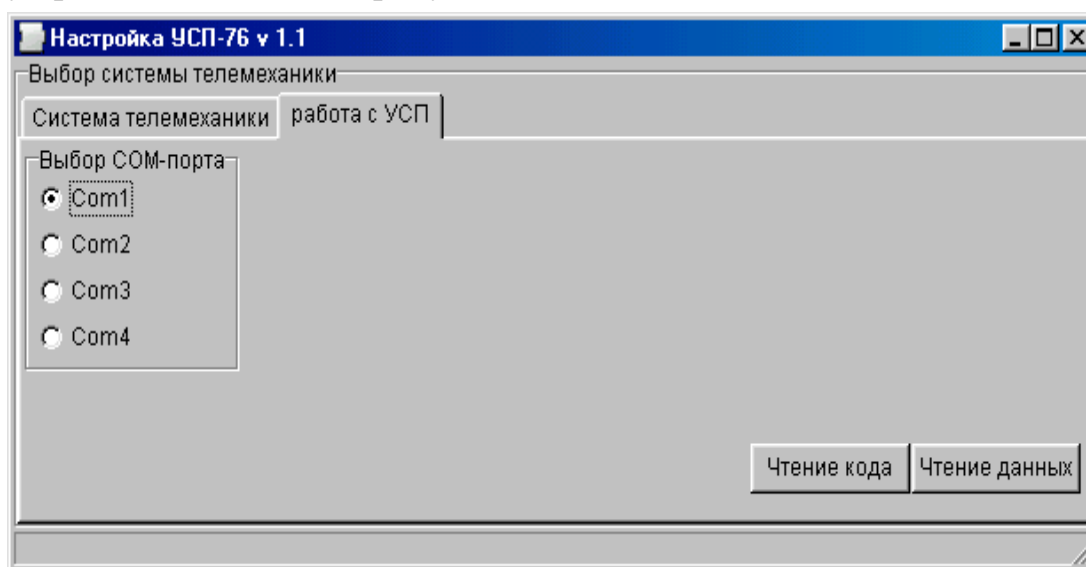

Рисунок 3.18 – работа с УСП
3.2.9.1 Подключите ранее запрограммированный УСП к ЭВМ согласно указаниям 3.2.1.2, запустите программу `usp76.exe` на исполнение, выберите закладку «работа с УСП» (см. рисунок 3.18).